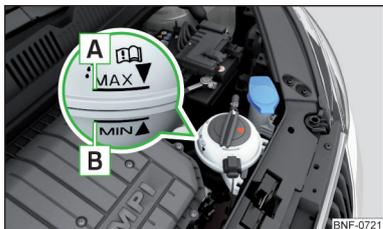

Fig. 110
La désignation du liquide de refroidissement est mentionnée sur le vase d'expansion du liquide de refroidissement » fig. 110 à la page 116.
- Ne versez pas le liquide de refroidissement au-delà de la marque  » fig. 110 à la page 116.
Vase d'expansion du liquide de refroidissement » fig. 110
➤ Contrôlez le niveau du liquide de refroidissement dans le vase d'expansion » fig. 110.
Le résultat du contrôle peut être imprécis si le moteur est à température de service. Le niveau peut également se trouver au dessus du marquage **A** » fig. 110.